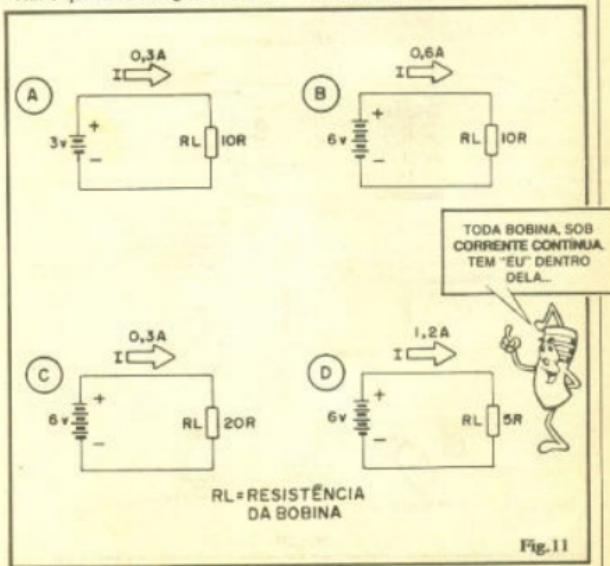

Fig.11
- FIG. 11-A - Considerando, para efeitos únicamente de cálculo da corrente, que a bobina pode ser considerada uma simples resistência (isso SÓ VÁLÉ para CORRENTE CONTÍNUA, lembrem-se...), se tivermos uma bobina com resistência equivalente (R_L) de 10R, submetendo-a a uma tensão de 3V, teremos uma corrente de 0,3A. Um certo campo magnético é formado.
- FIG. 11-B - Se, na mesma bobina exemplificada em 11-A, dobrarmos a tensão aplicada (agora são 6V), teremos uma corrente também dobrada (0,6A), com um consequente aumento na "força magnética" gerada...
- FIG. 11-C - Se, no lugar de mudarmos a tensão, enrolarmos a bobina de modo a obter outros valores de resistência equivalente (R_L), a corrente (e, consequentemente, o campo magnético) também possa ser dimensionada: uma bobina de 20R, com a mesma tensão de alimentação de 6V (presente em 11-B) receberá uma corrente menor do que a de exemplo anterior, ou apenas 0,3A (campo magnético mais fraco do que em 11-B).
- FIG. 11-D - Por outro lado, se a opção for manter a tensão e aumentar o campo magnético, temos que enrolar uma bobina "menos resistiva", de 5R, por exemplo, cuja resistência, sob os mesmos 6V permitirá uma corrente de 1,2A, com o consequente "fortalecimento" do campo magnético!